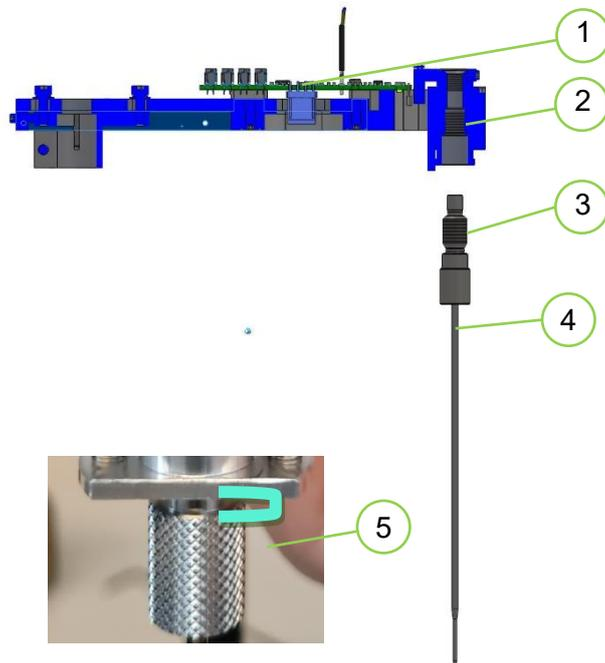

Figure 41: Schémas de l'étanchéité fluide de l'aiguille
L'aiguille de pipetage peut être remplacée par l'utilisateur en dévissant l'aiguille du fil et en insérant une nouvelle aiguille. La nouvelle aiguille doit être fixée fermement pour assurer l'étanchéité du système fluide (voir Figure 41).
Ne touchez l'aiguille que sur sa poignée, Figure 41 (4).
Assurez-vous qu'il y a un espace, Figure 41 (5) entre le boîtier et la poignée de l'aiguille après le serrage. Si vous ne voyez pas d'espace, contactez l'assistance MADx ou votre distributeur local.